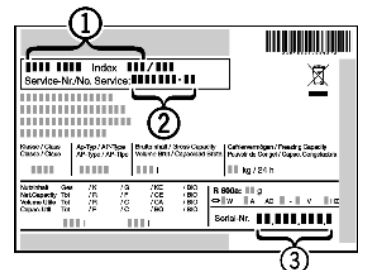

Fig. 15
▶ Наименование устройства Fig. 15 (1), сервисный № Fig. 15 (2) и серийный № Fig. 15 (3) считайте с заводской таблички. Заводская табличка находится внутри устройства слева.
▶ Обратитесь в сервисную службу и сообщите вид неисправности, наименование устройства Fig. 15 (1), сервисный № Fig. 15 (2) и серийный № Fig. 15 (3).